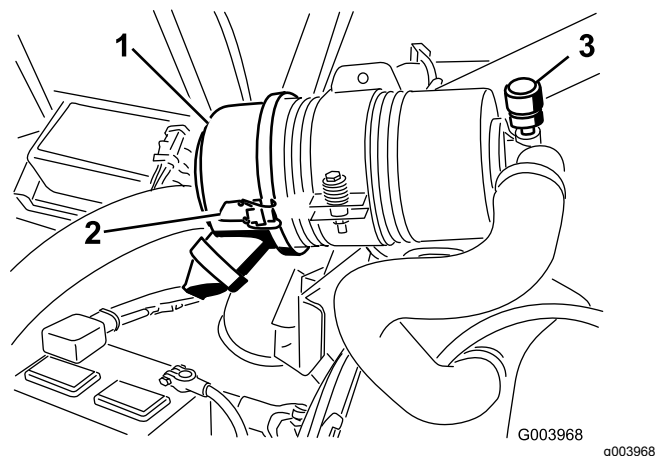

図 46
エアクリーナの整備はインジケータ (図 46) が赤色になってから行ってください。早めに整備を行っても意味がありません。むしろフィルタを外したときにエンジン内部に異物を入れてしまう危険が大きくなります。
1. エアクリーナのカバーをボディに固定しているラッチを外す (図 46)。